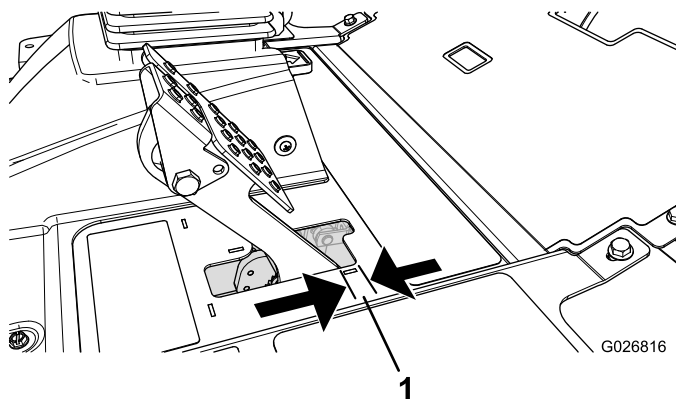

图64
当刹车踏板的自由行程（图64）超过 2.5cm 时，或需要施加更大保持力时，应调节刹车。自由行程是您感到刹车阻力之前，刹车踏板移动的距离。
2. 紧固后螺母，向后移动拉线，直到车轮被锁定时，刹车踏板的自由行程（图64）达到 6~13 mm。